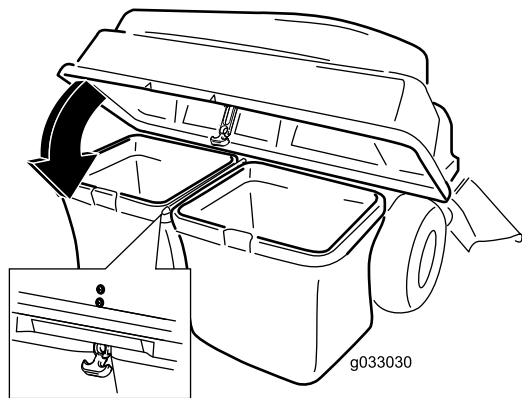

Figura 15
5. Spustite poklopac sakupljača na vreće (Figura 15).